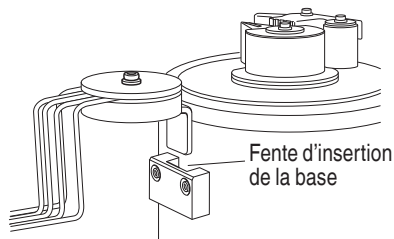

Fig. 48
- (1) Insérer la base de la protection anti-flèche dans la fente de la cisailleuse/cintreuse. (Fig. 48)